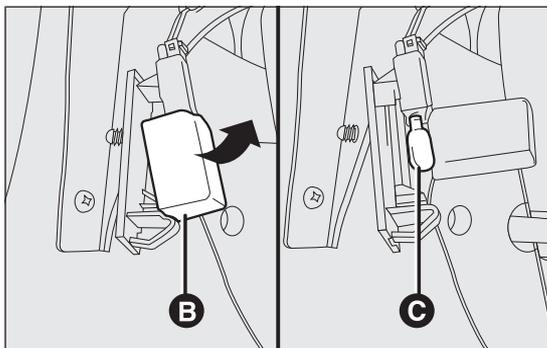

fig. 145
- ouvrir la protection B fig. 145 et remplacer l'ampoule C fig. 145 installée par pression ;